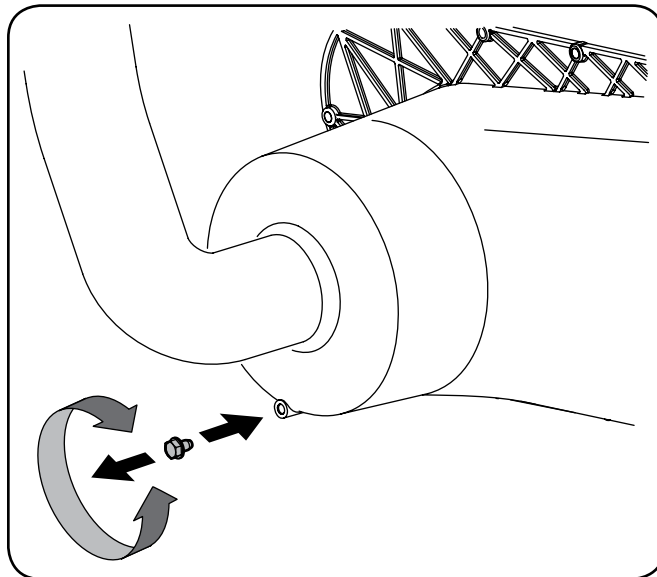

Figura 5-11
1. Saque el tapón de drenaje la cubierta de la CVT. Vea la Figura 5-11.